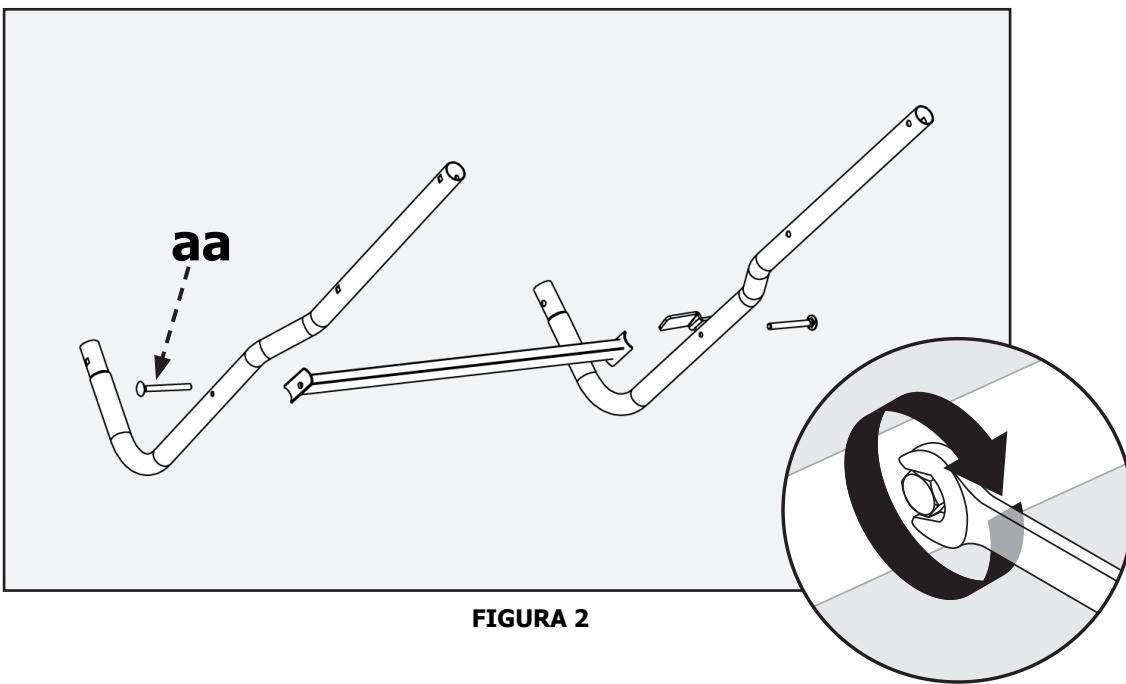

FIGURA 2
Instale el tubo de conexión de la barra de soporte (G) en el ensamblaje de la pata del paso Figura 2. Asegúrelo con M8 x 35 mm (1.38"). tornillo de cabeza (ff) y tuerca (dd).